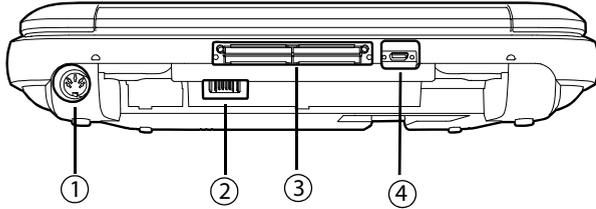

Figura 2-2 Parte trasera del sistema de ecografía SonoSite Edge II
- 1 Conecte el cable de alimentación de CC de la fuente de alimentación al conector del sistema. Consulte **Figura 2-2** en la página 2-5.